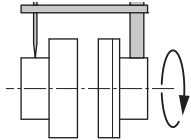

Fig. 10: Überprüfung der radialen Ausrichtung mit einem Komparator
- Auf einer der Kupplungen oder auf der Welle eine Messuhr festklemmen (siehe Fig. 10). Der Kolben der Messuhr muss auf dem Kranz der anderen Halbkupplung aufliegen (siehe Fig. 10).